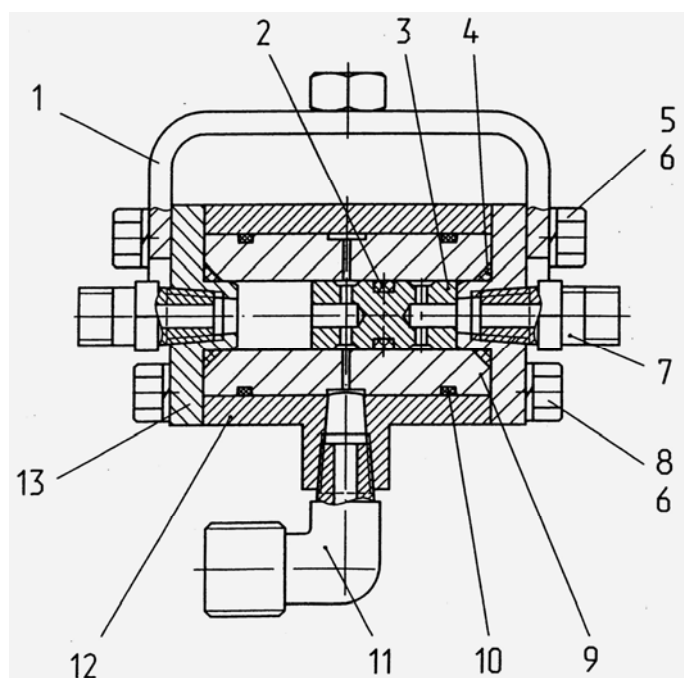

Рис.4.18 Кран.
5) разберите кран, (рисунок 4.18), для чего:
5.1) отверните четыре болта (5), (рисунок 4.18), и (8) с двух сторон корпуса (12), снимите крышки (13);
5.2) выньте поршень (3), (рисунок 4.18), снимите кольцо (2);
5.3) выдвинув поршень (9), (рисунок 4.18), из корпуса (12) на четверть длины поршня в левую и правую стороны, снимите оба кольца (10), не допустив при перемещении поршня пересечения колец с контуром отверстия в корпусе (12);
5.4) сборку крана производите в последовательности, обратной разборке; кольца (10), (рисунок 4.18), установите без пересечения контура отверстия в корпусе (12);